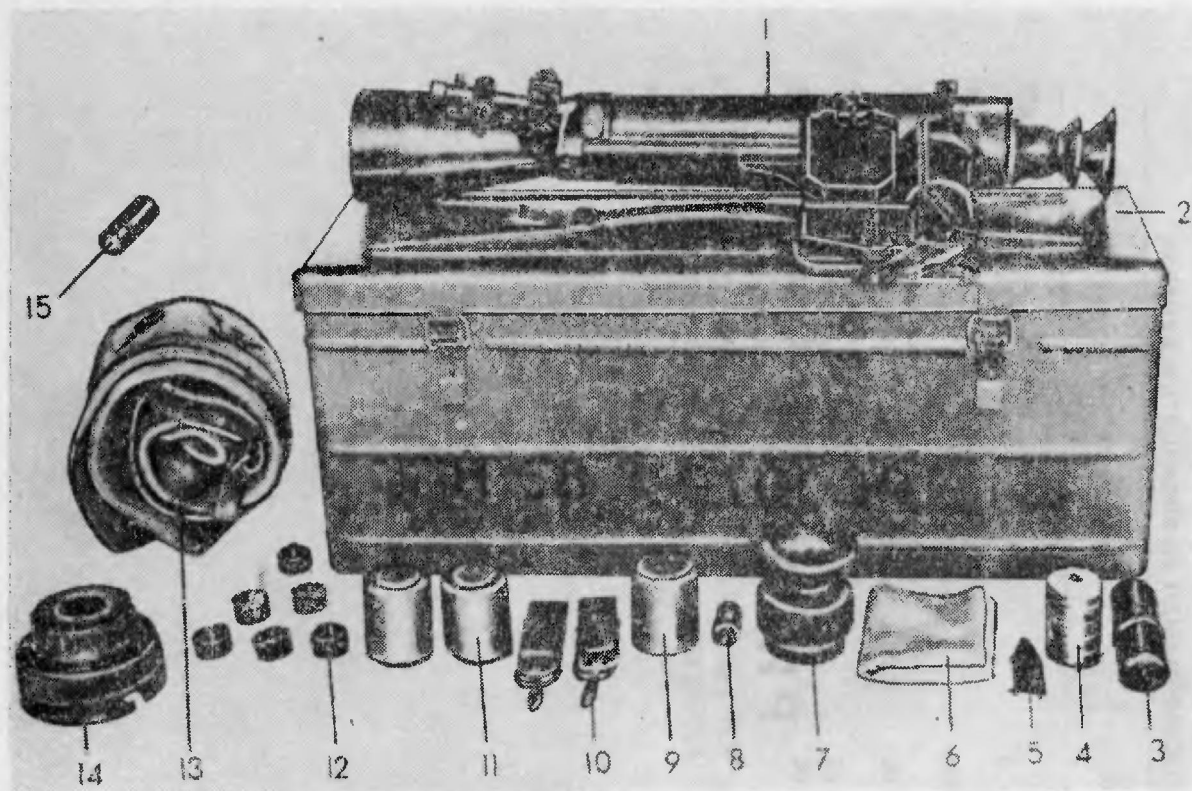
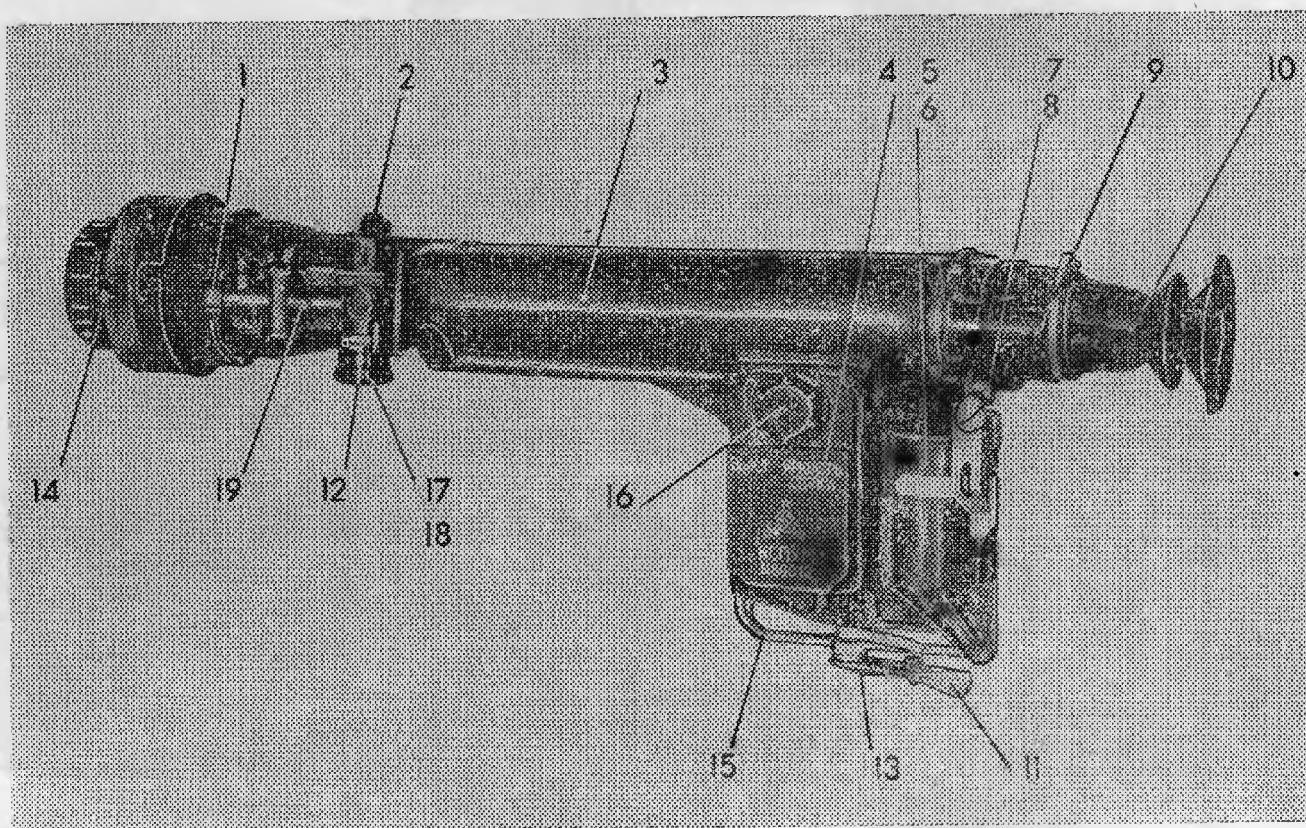

Рис. 1. Комплект прицела:
Рис. 3. Внешний вид прицела
подготовить запасной осушитель 8 (рис. 1), взятый из ЗИП, слегка вывинтив его из стакана;
Для замены наглазника 10 (рис. 3) необходимо: открыть с помощью ключа 5 (рис. 1) зажим;
снять наглазник 10 (рис. 3) вместе с зажимом; взять из комплекта ЗИП наглазник 7 (рис. 1) и надеть на оправу окуляра, стетка растянув его.
9.5.1. Для замены шкалы 12 (рис. 3) АКМ на шкалы РПК, ПК, СВД, АК-74, РПК-74 необходимо:
вывинтить ключом 5 (рис. 1) винты 18 (рис. 3), не вращая маховичок 17;
9.5.2. Для замены шкалы 12 (рис. 3) РПК на шкалы АКМ, ПК, СВД, АК-74 и РПК-74 необходимо:
9.5.3. Для замены шкалы 12 (рис. 3) ПК на шкалы АКМ, СВД, АК-74 и РПК-74 необходимо:
ослабить на 1—2 оборота ключом 5 (рис. 1) винты 18 и маховичок 17 повернуть на 6 делений вниз, при этом шкалу поддерживать рукой, не давая ей перемещаться;
вывинтить винты 18 (рис. 3), не вращая маховичок 17; снять маховичок 17;
9.5.4. Для замены шкалы 12 (рис. 3) СВД на шкалы АКМ, РПК, ПК, АК-74 и РПК-74 необходимо:
9.5.5. Для замены шкалы 12 (рис. 3) АК-74 на шкалы АКМ, РПК, ПК, СВД и РПК-74 необходимо:
9.5.6. Для замены шкалы 12 (рис. 3) РПК-74 на шкалы АКМ, РПК, ПК, СВД и АК-74 необходимо:
взять из комплекта ЗИП светодиод 15 в стакане (рис. 1) и вывинтить светодиод из стакана;